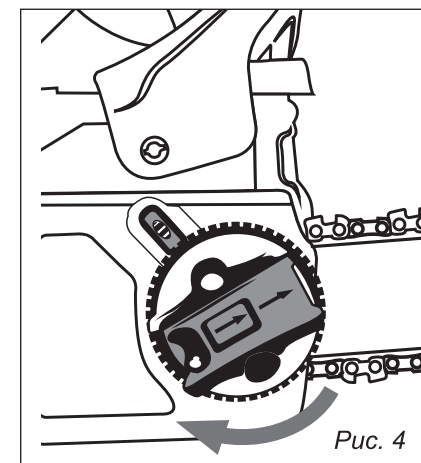

Рис. 4
**Натяжка цепи для модели БП 138/14Н (рис. 4):**